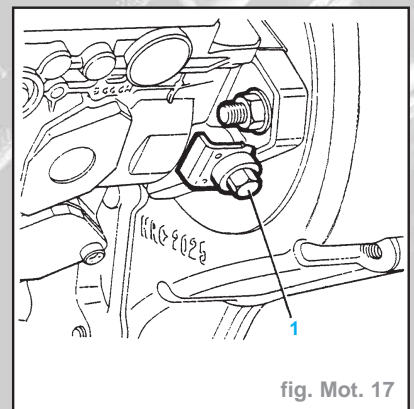

fig. Mot. 17
- Sur 200 Tdi, desserrer la vis de blocage (1) de la pompe et enlever la plaque de retenue (Fig. Mot. 17).
- Reposer la plaque de retenue (Fig. Mot. 17).